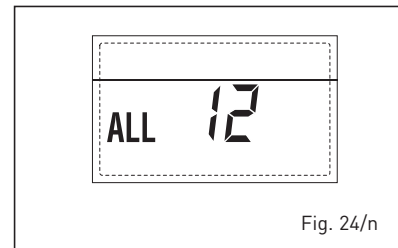

Fig. 24/n
- **INTERVENTO TERMOSTATO SICUREZZA PRIMA ZONA MISCELATA "ALL 20" (fig. 24/p)**